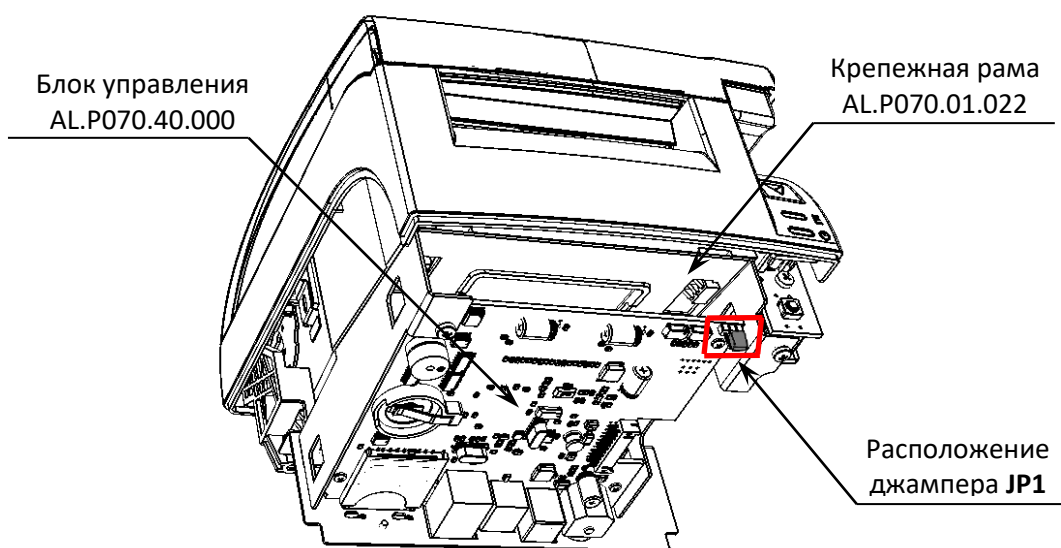

Рисунок 28. Расположение блока управления в корпусе изделия
2. Демонтировать корпус ККТ, получить доступ к БУ. Блок управления зафиксирован в крепежной раме, которая в свою очередь прикреплена к нижней части корпуса изделия (рисунок 28).